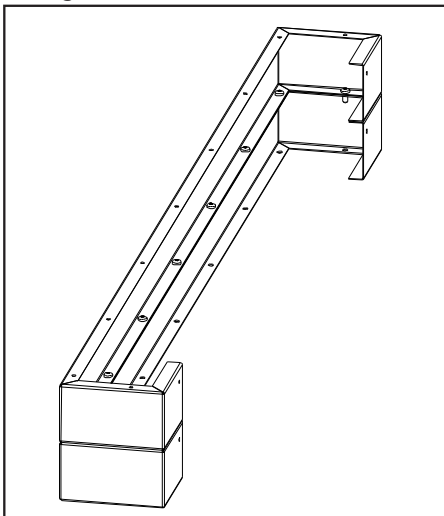

Figure 30a: Combinaison de 2 élévateurs pour l'étagère de base.
2. Lorsque vous utilisez plus d'un élévateur, chaque niveau doit être fixé au moyen de neuf (9) vis #8 T-20 fournies (voyez Figure 30a).